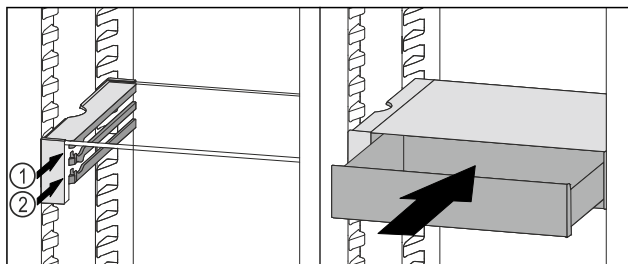

Fig. 105
- ▶ Stavite ladicu VarioSafe ukoso iza zaustavljača na željeni žlijeb Fig. 105 (1) ili Fig. 105 (2).